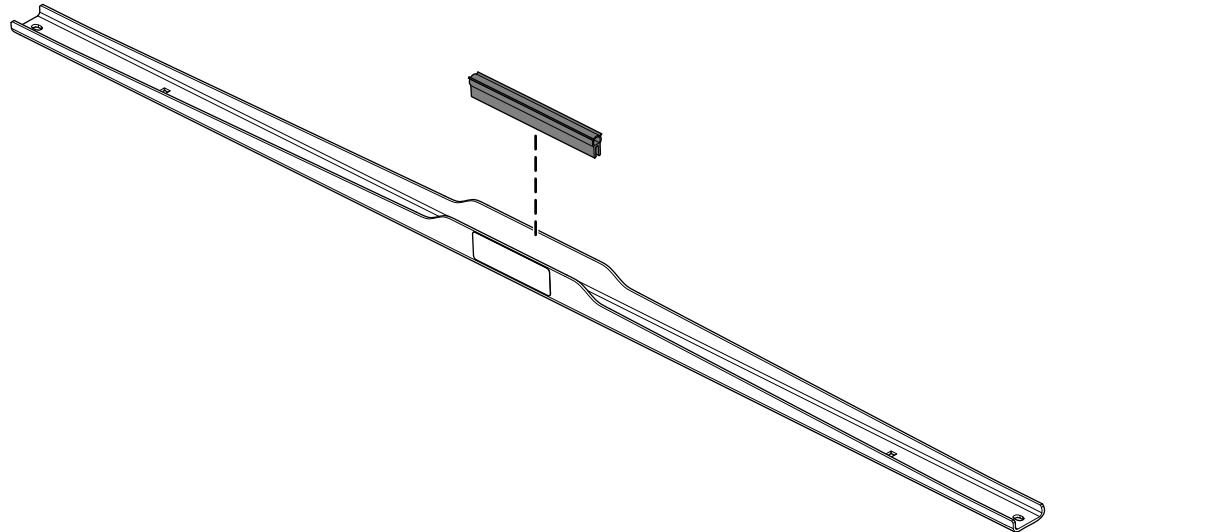

Figure 6
3. Installez le joint de garniture sur le support d'abri (Figure 6).